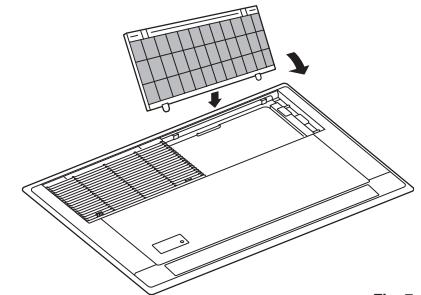

Fig. 7-12
- (2) Utilize os parafusos fornecidos (4 x 12) para fixar o painel lateral no painel de tecto.
- Quando instalar a grade de admissão, tome cuidado para que o condutor do flape não fique preso. (Fig. 7-12)